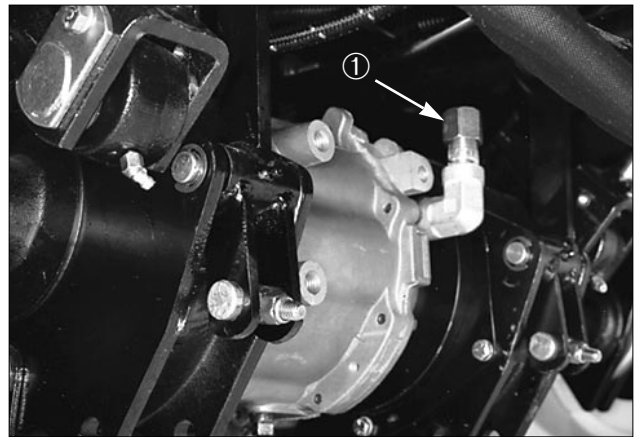

Figure 7
3. Dévisser le bouchon-jauge (Fig. 7) du tube de remplissage et l'essuyer sur un chiffon propre. Remettre la jauge dans le tube et la visser sans forcer. Dévisser à nouveau la jauge et vérifier le niveau d'huile. Si le niveau est à plus de 12 mm de la marque de la jauge, rectifier le niveau jusqu'à ce qu'il atteigne la marque. **NE PAS TROP REMPLIR** (pas à plus de 12 mm au-dessus de la marque).